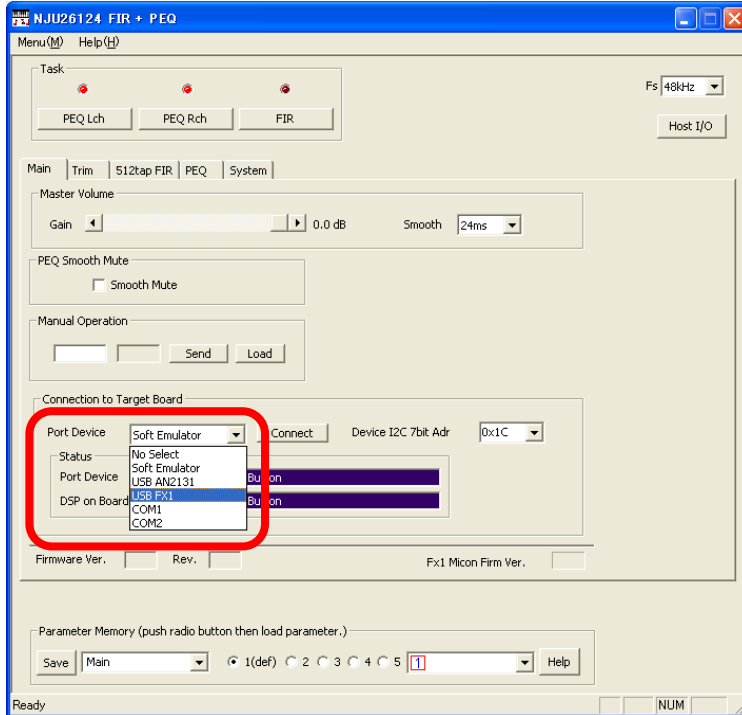

図 6.1 ポート選択画面
3. “Port Device”のプルダウンメニューから USB FX1 を選択します。図 6.1 にポート選択画面を示します。